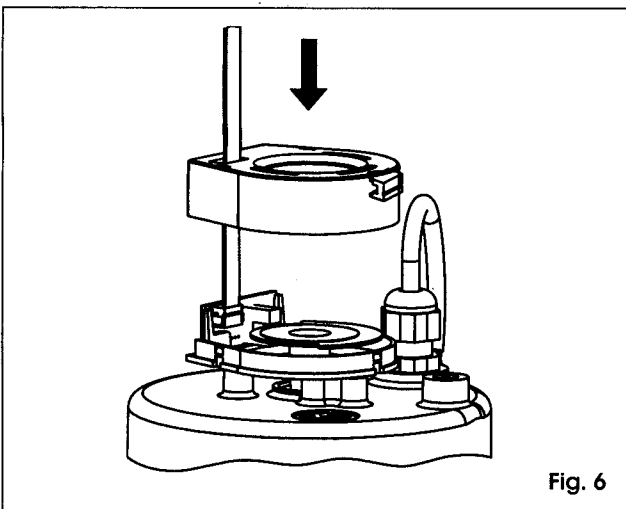

Fig. 6
- 6) Inserire il cavo nel coperchio per encoder e fissarlo a pressione sul supporto, come in fig. 6.
- 6) Fit the cable in the encoder cover and secure it by pressure on the support as shown in figure 6.
- 6) Introduire le câble dans le couvercle pour encodeur et le fixer par pression sur le support, d'après la fig. 6.
- 6) Introduzca el cable en la tapa para encoder y fijelo a presión en el soporte, como se muestra en la fig. 6.
- 6) Das Kabel in den Deckel des Encoders einführen und unter Druck auf dem Halter befestigen, wie in Abb. 6 gezeigt.